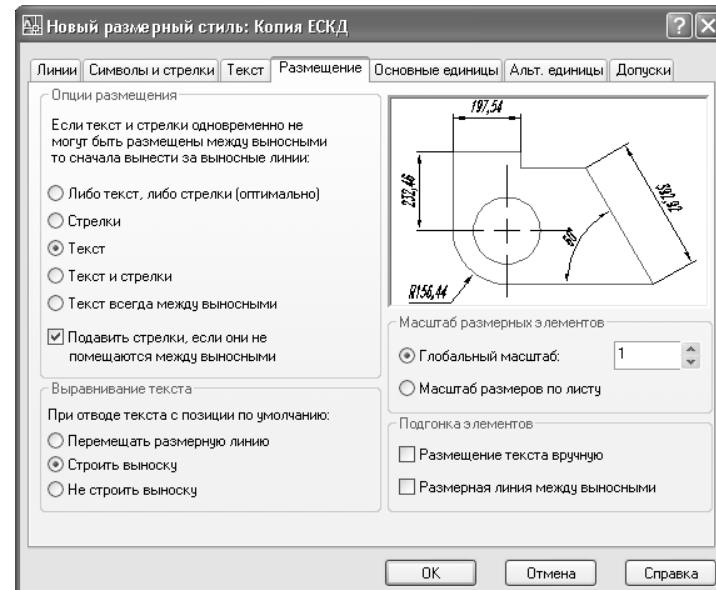

Рис. 11.6 ▼ Параметры расположения размерного текста и стрелок для нового стиля **ЕСКД**
- Перейдите на вкладку **Размещение** (Fit) и установите параметры расположения размерного текста и стрелок в соответствии с рис. 11.6: в группе